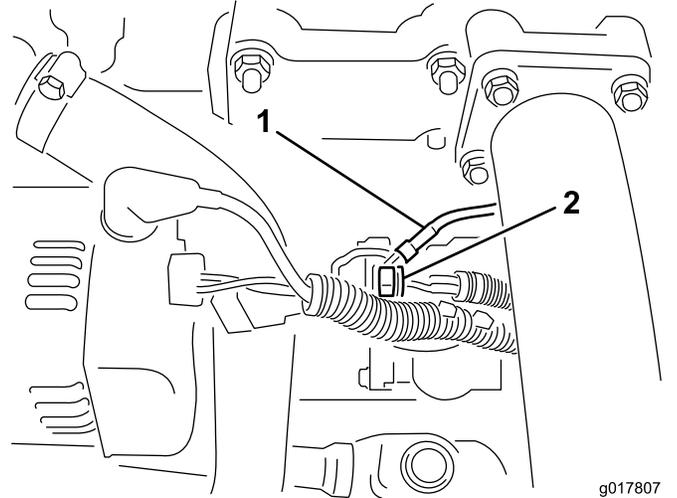

図 4
8. エンジン左側にあるスタータソレノイドを探し出す。ワイヤハーネスの赤い線 (パワー線) をソレノイドの前部に接続する (図 4)。